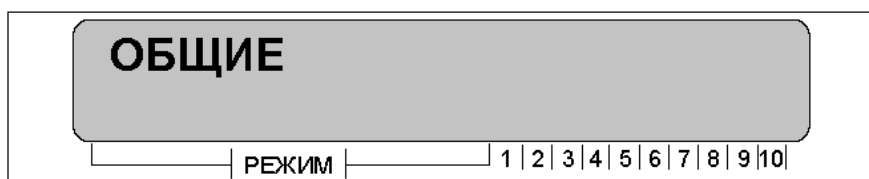

Рисунок 22
- нажмите клавишу «ВВОД». ЖКИ клавиатура ВПУ-А-06 перейдет в головное меню программирования, рисунок 22.